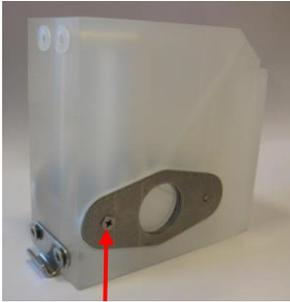

Abbildung 35
11. Befestigen Sie die Sichtscheiben mit den Sichtscheibenhaltern (siehe Abbildung 35).